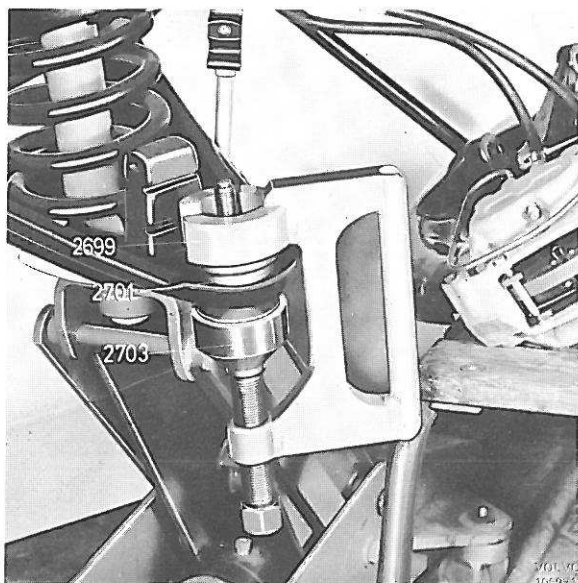

Figure 34. Montage du joint à rotule inférieur
- Enfoncer le joint à rotule dans le triangle de commande en se servant des outils 2699, 2701 et 2703, figure 34. Si le joint à rotule est serré obliquement, tourner l'outil de 180° et remonter le joint à rotule. Il ne doit pas y avoir de jeu entre le joint à rotule et le triangle de commande.